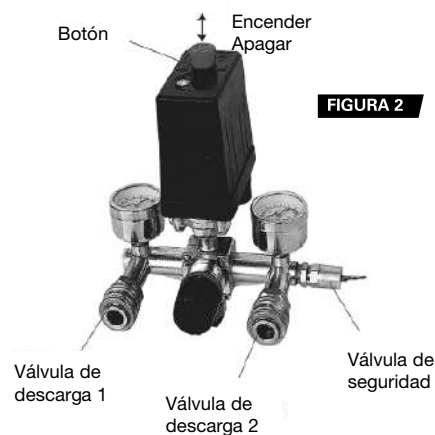

FIGURA 2
- 5.** Abra la válvula de descarga, accione el interruptor y colóquelo en la posición "Encender" (Figura 2), deje que el compresor funcione durante 10 minutos sin carga, para asegurar la lubricación de todas las partes móviles del compresor, antes del funcionamiento regular.